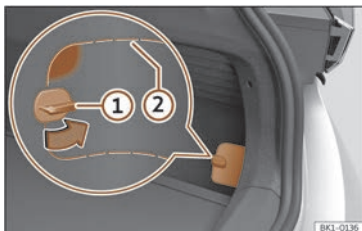

Fig. 72 Na parte dereita inferior do gornecido do maleteiro: cuberto con liñas de corte.
- Xire 90° o peche da cuberta >>> fig. 72 ①.
- Prema a superficie cara a dentro por encima do peche >>> fig. 72 (zona remarcada).
- Introduza a man pola abertura e desprenda a tapa tirando dela. Se é necesario, aplique un obxecto axeitado polas liñas de corte >>> fig. 72 ②.